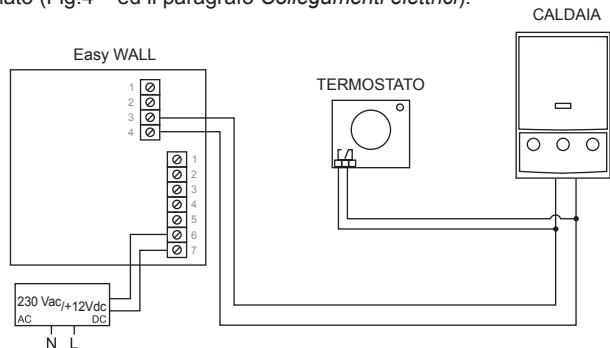

Fig.4
4. Eseguire i collegamenti elettrici seguendo lo schema di collegamento più appropriato (Fig.4 – ed il paragrafo *Collegamenti elettrici*).
Gli esempi di collegamento riportati in Fig. 4 (modello WALL) e Fig.9 (modello DIN) rappresentano la modalità classica di installazione di Easy come cronotermostato. L'OUT1 è collegato in parallelo al termostato ambiente preesistente, di conseguenza quando tale uscita è disattiva la temperatura viene regolata tramite il termostato ambiente preesistente.